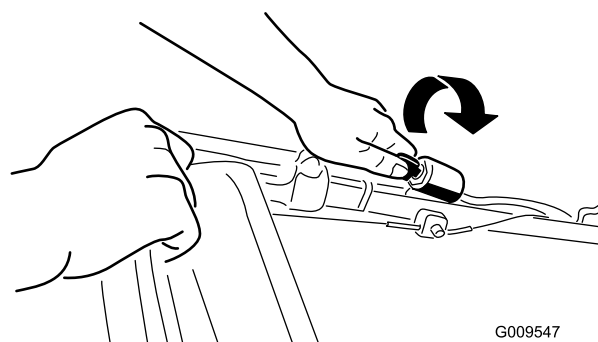
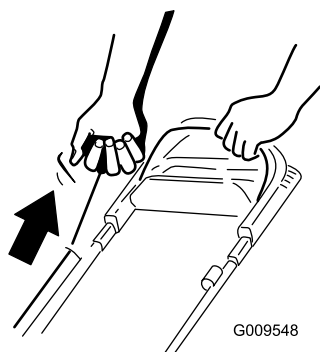

Figure 12
Figure 13
2. Tournez la clé de contact (Figure 12) (modèles à démarrage électrique uniquement) ou tirez la poignée du lanceur (Figure 13).
**Remarque:** Tirez lentement la poignée du lanceur (Figure 13) jusqu'à ce que vous sentiez une résistance, puis tirez vigoureusement. Laissez le lanceur se rétracter lentement jusqu'à la poignée.